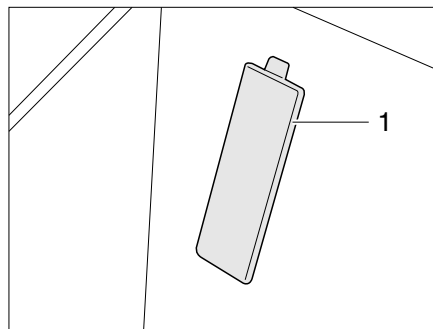

Bild 266 Abdeckung Fahrgestellnummer (Basisfahrzeug Fiat)
- ▷ Die Fahrgestellnummer befindet sich bei Fahrzeugen auf Fiat-Basis hinter einer Abdeckung (Bild 266,1) im Einstieg auf der Beifahrerseite.